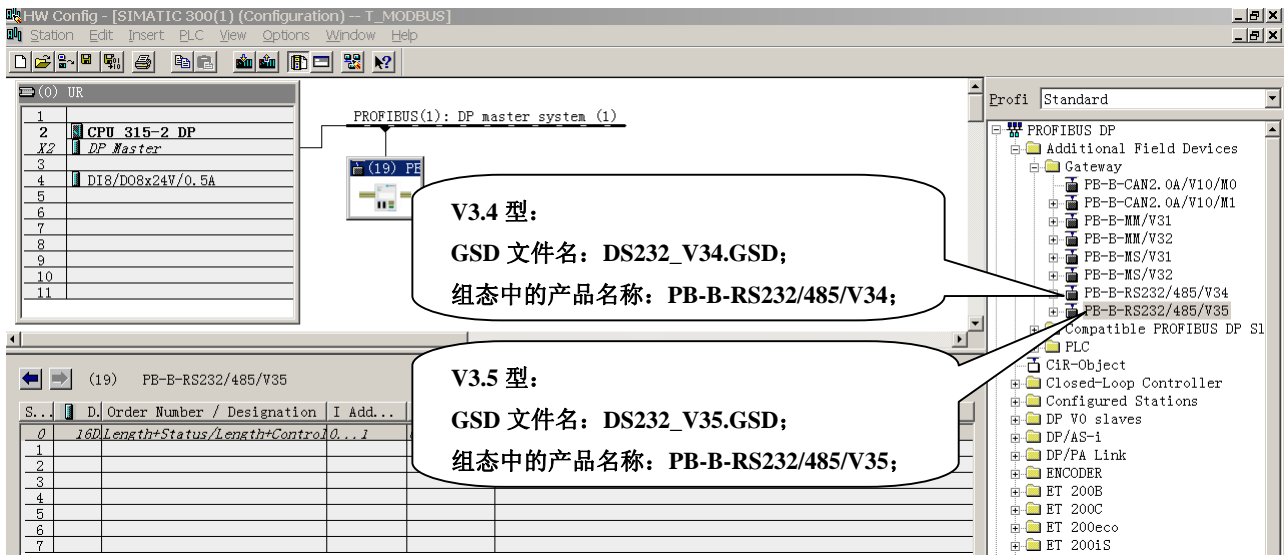

图 0-2
- ① 按字符间隔接收：当接收到一个字符后连续 3.5 个字符时间（与波特率、字符位数和有无校验有关）没有接收到下一个字符时，认为报文结束。
- ② 按长度接收：按照用户给定的接收报文长度来控制接收报文结束。
3. 关于 GSD 文件：V3.5 型产品 GSD 文件是 DS232_35.GSD, 见下图 0-2 所示：